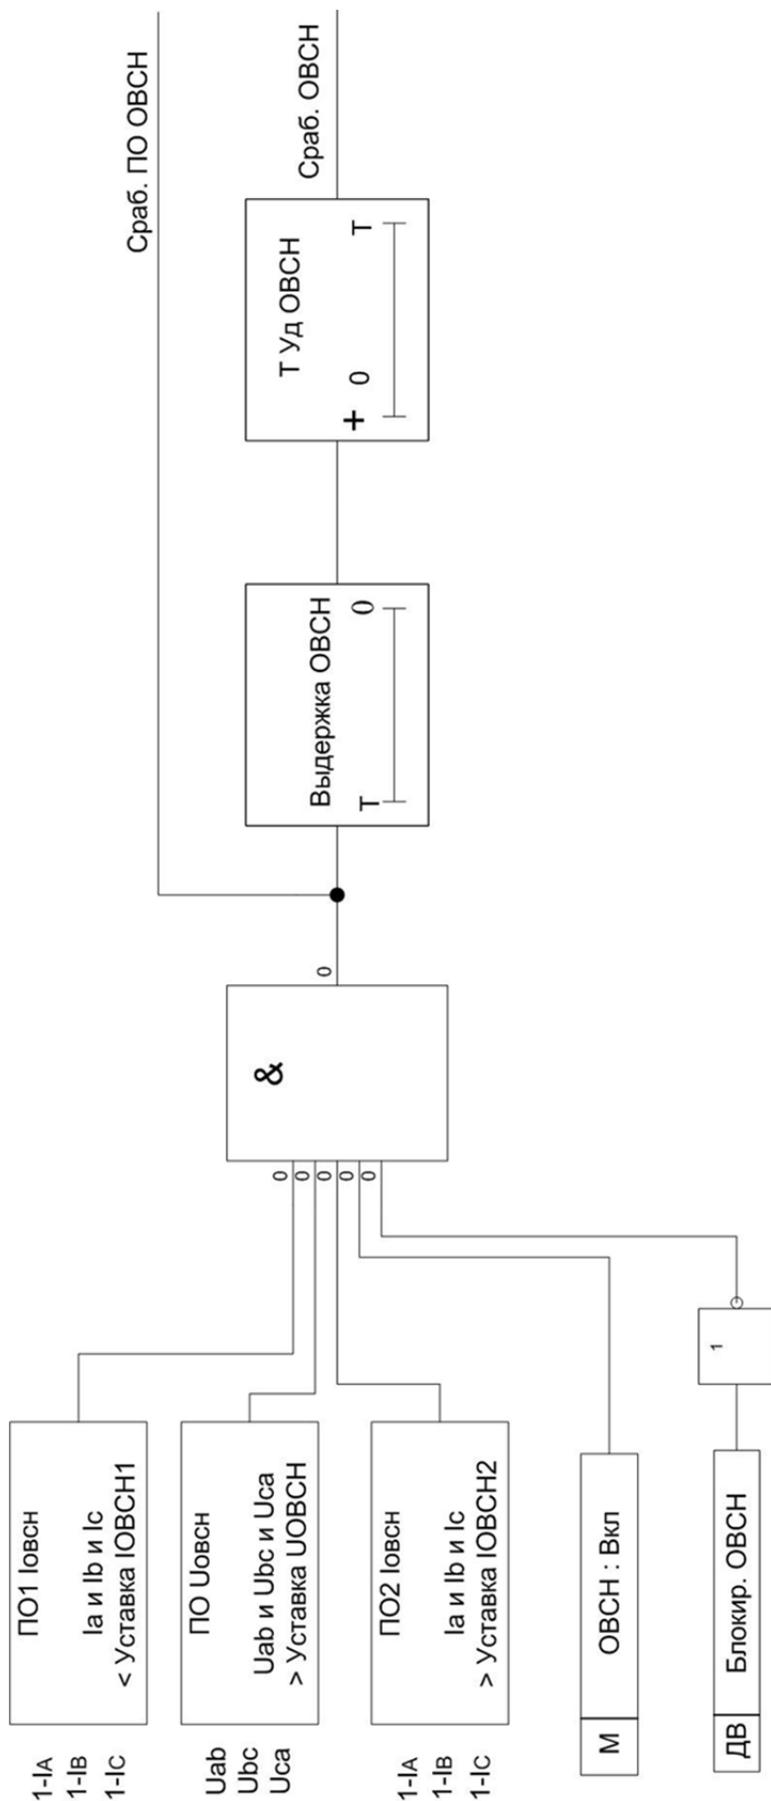

Рис. 3.13 Функция ограничения возбуждения при снижении нагрузки
3.10.11 Функциональная схема ОВСН показана на рис. 3.13. На функциональной схеме присутствуют следующие обозначения: